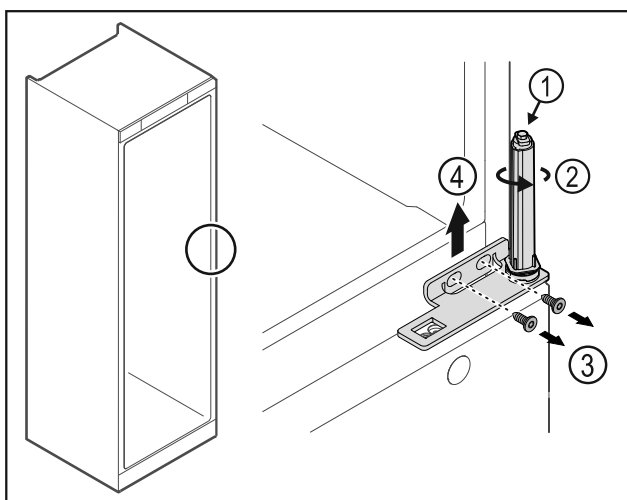

Fig. 32
- ▶ Neardykite durų uždarymo sistemos Fig. 32 (1).
- ▶ Sukite uždarymo sistemą Fig. 32 (2), kol ji užsifiksuos.
- ▶ Atlaisvinkite varžtus Fig. 32 (3), nuimkite šarnyrinį kampuotį Fig. 32 (4) į viršų.